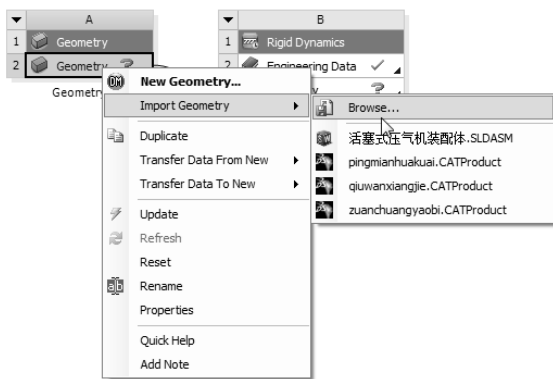

图 10-16 选择【Import Geometry】|【Browse】命令
1) 在 A2 栏的【Geometry】项上单击鼠标右键，在弹出的快捷菜单中选择【Import Geometry】|【Browse】命令，如图 10-16 所示，弹出【打开】对话框。